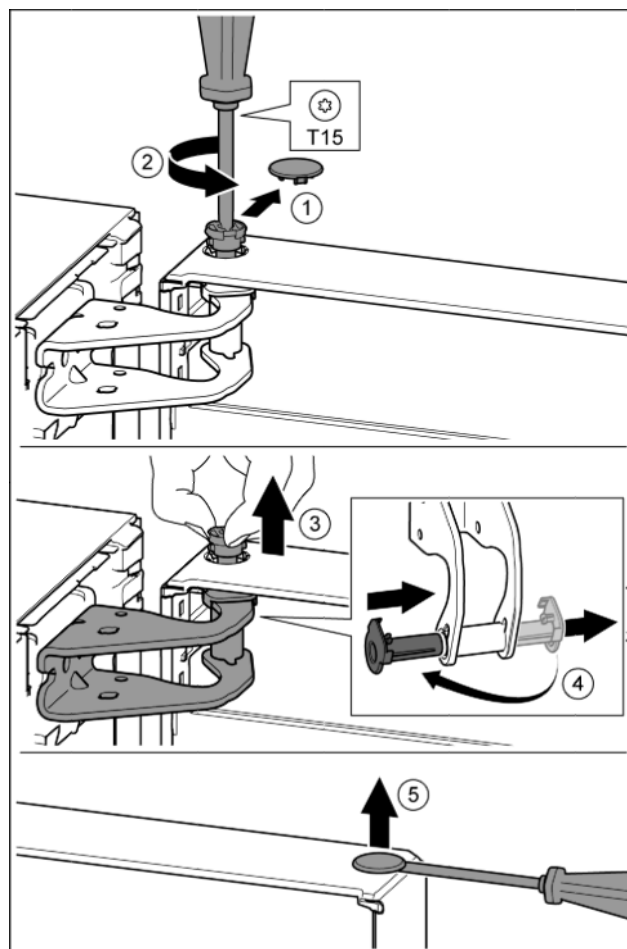

Fig. 10
- Bezpečnostní kryt opatrně stáhněte. Fig. 10 (1)
- Šroubovákem T15 o kousek vyšroubujte čep. Fig. 10 (2)
- Dveře držte a čep vytáhněte prsty. Fig. 10 (3)
- Vytáhněte ložiskové pouzdro z vedení. Vložte z druhé strany a zaklapněte. Fig. 10 (4)